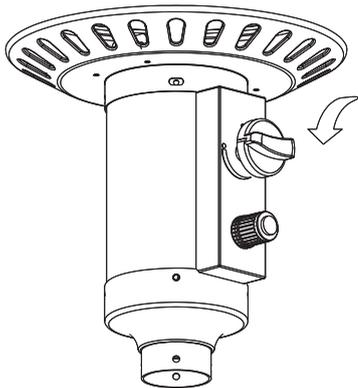

Figura 1
2. Presione la perilla de control y gírela a la posición ALTA (máximo) (90° en dirección contraria a las manecillas del reloj). (Figura 1)